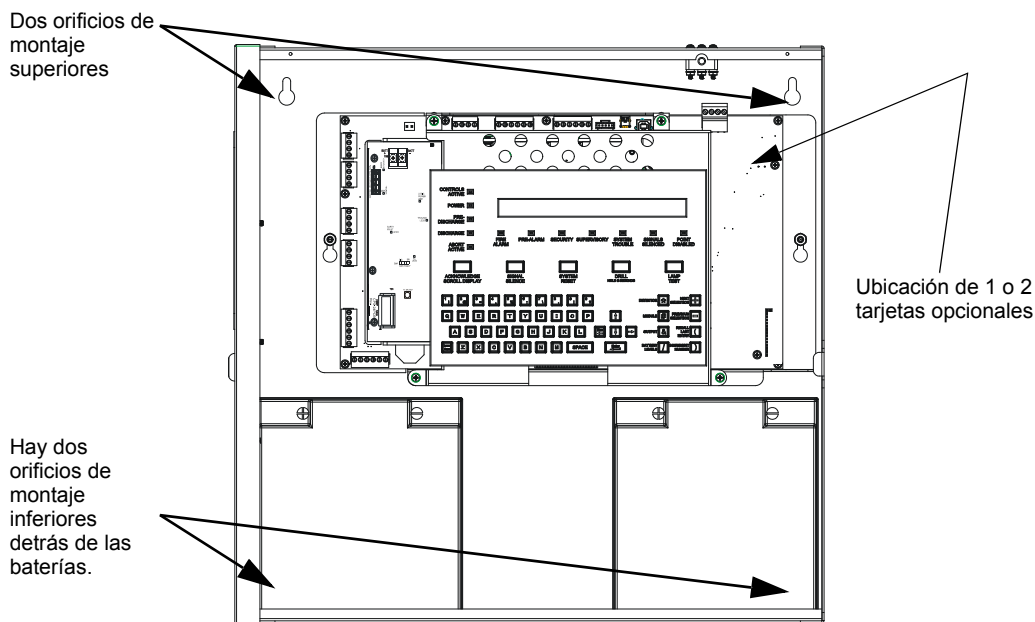

Figura 3.1 NFS-320/E/C en el gabinete
- Use los cuatro orificios en la superficie trasera de la caja trasera para un montaje seguro. (Consulte la Figura 3.1 en la página 21.)